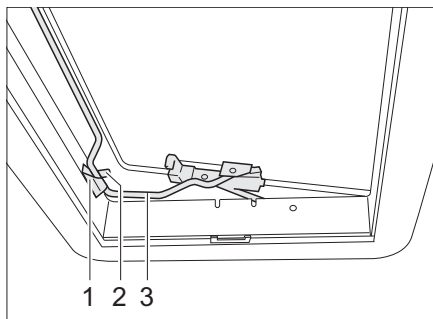

Fig. 50 Heki skylight in ventilation position 2
- Insert the bar (Bild 50,3) into the holder (Bild 50,1).
- Place the lever (Bild 50,2) over the bar.